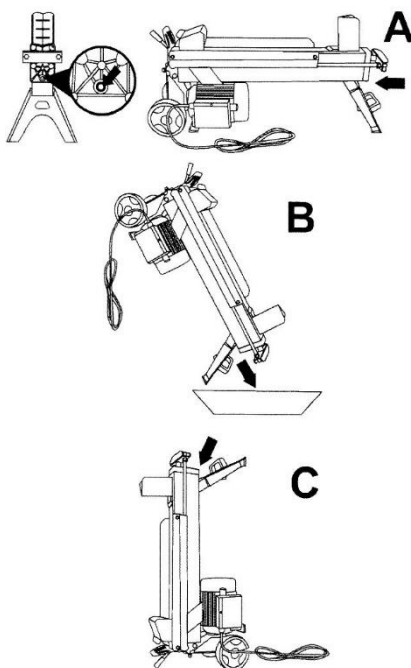

図 6
1. レベルゲージを外します。(図 6-A)
2. 5 リットル以上の容量の容器をウッドボーイの下に置き、プランジャーブロックを持ち上げ、ウッドボーイを傾けて作動油を容器に移します(図 6-B)。
3. ウッドボーイをモーター側が下になるように立てかけて、新しい作動油を注ぎます(図 6-C)。異なる種類の作動油を混ぜてはいけません。容量は 3.3L ですが、シリンダー内などに抜け切らない作動油が残るため、実際の追加量は 3.3L よりも少なくなります。